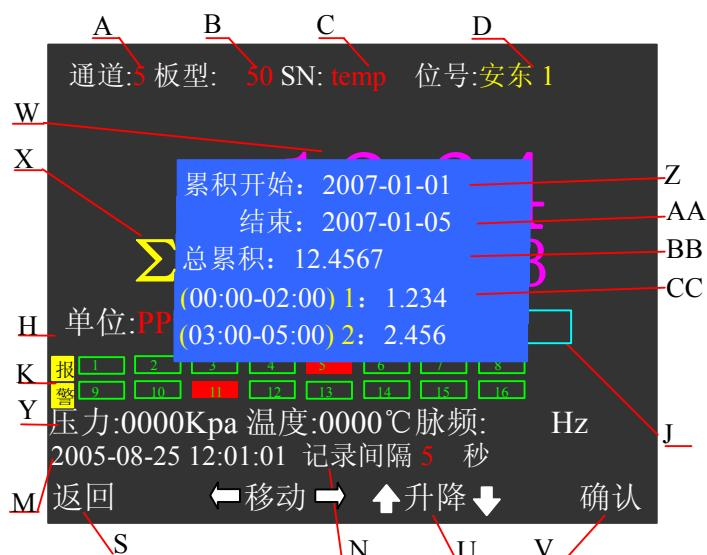

图 2.8 50M 板的累积统计显示
- 7、累积值统计：在 50M 通道的特大数据画面下，按■键将弹出“累积统计”对话框（图 2.8），通过设置累积开始和结束时间，可统计出这个时段的总累积值和各个分段的累积值。当没有分段时，可统计任意时段（最小到分钟）总累积值；当有分段计算时，开始到结束的每天同一时段的累积和。具体设置请到第三章的通道组态的累积统计项进行设置
- 1、该采集板有累积值统计功能，可进行总累积值和分段累积计算功能，按■键使系统从检测状态进入累积统计状态（如图 2.8）；
- G. **数据提示块 1:** 数据提示块的数据表示实时数据，如图 2.8 所示的第八通道；LU-R/C2100 时只显示当前这一通道的实时数据;